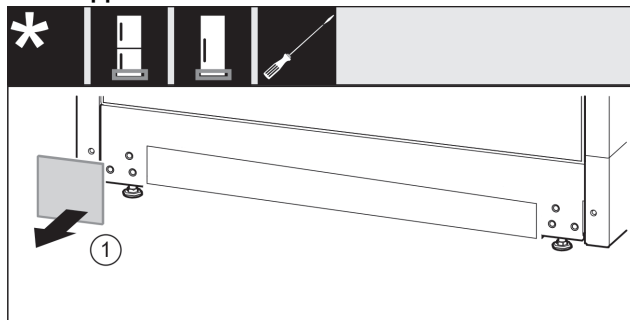

Fig. 14
- Afdekking Fig. 14 (1) wegnemen.